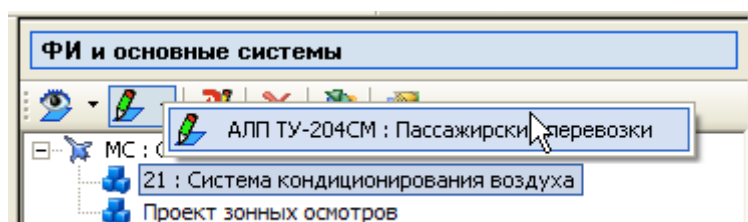

Рис. 5-43
- а. В раскрывающемся меню кнопки **Редактирование**  , расположенной на панели инструментов, выберите анализируемый проект АЛП, связанный с определенной конфигурацией ФИ (рис. 5-43).